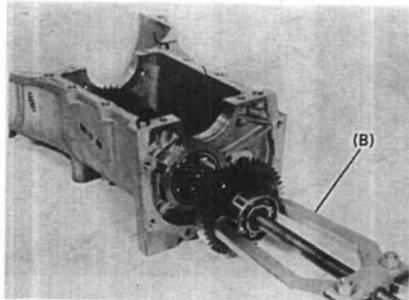

图 10-20
(2) 用轴承拆卸器 (B) (专用工具) 拆卸下中间轴后轴承（图 10-20）。